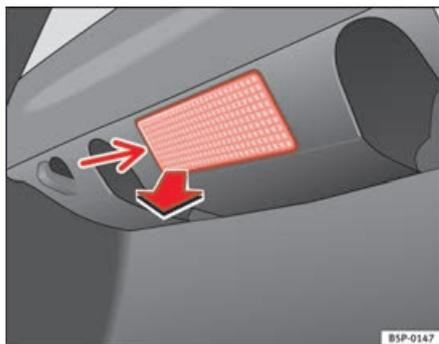

Fig. 169 Feu du coffre à bagages
- Retirez la tulipe en faisant pression sur le rebord de la partie intérieure de celle-ci flèche- à l'aide d'un tournevis plat ⇒ fig. 169.